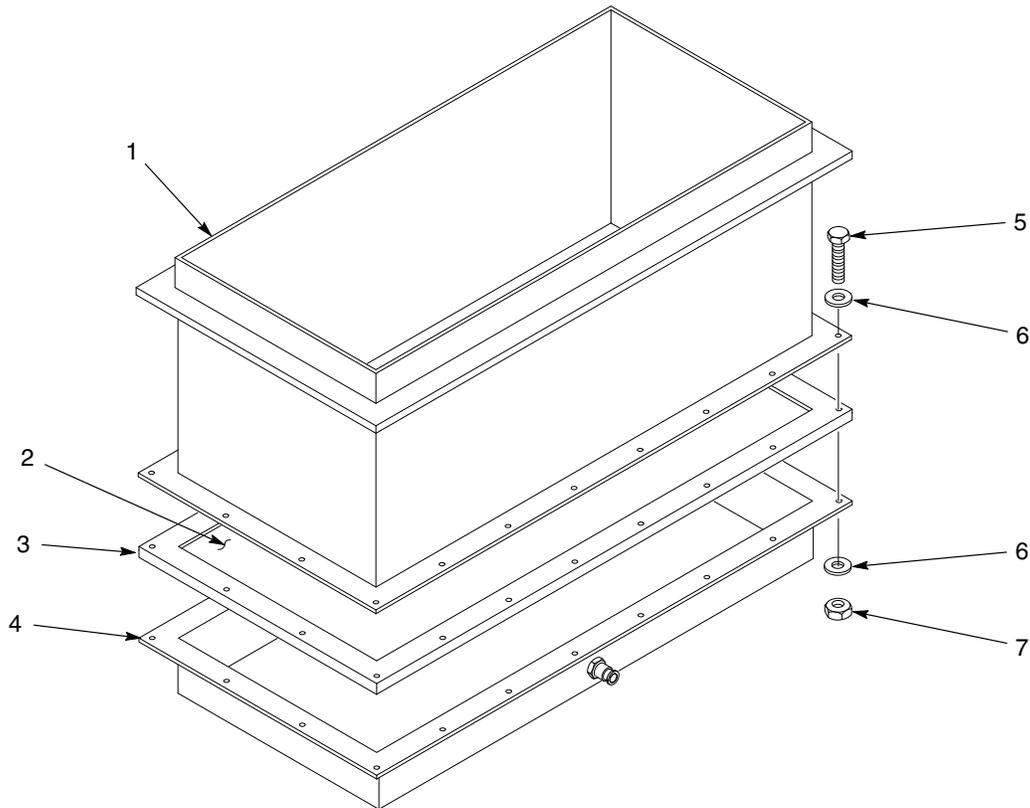

Figura 8-12 Sustitución de la placa de fluidificación de la tolva de alimentación de 75 lb
2. Ver la figura 8-12. Retirar los tornillos (5), las arandelas planas (6) y las tuercas (7) que fijan el cuerpo (1) a la cámara de aire (4). Elevar el cuerpo de la cámara de aire.
3. Extraer y desechar la placa de fluidificación (2) y la junta en U (3) antiguas.